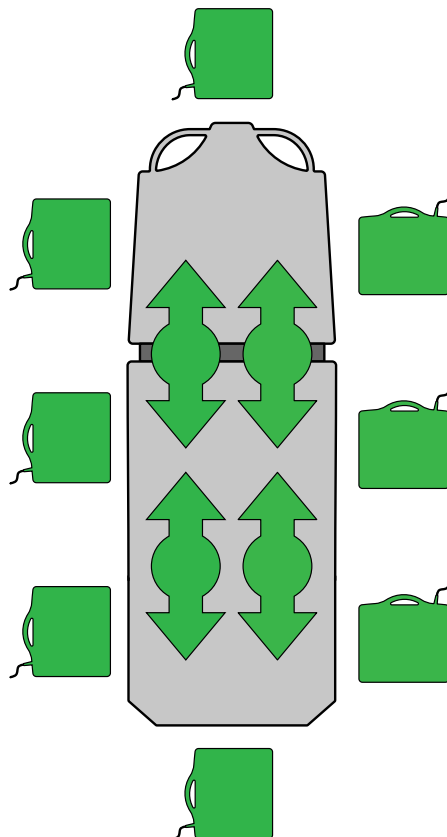

Рисунок 21 – Заправка или извлечение рентгеновских кассет
1. Поместите пациента в центр изделия, руководствуясь наклейками, указывающими положение, расположенными по всем сторонам изделия (Рисунок 21).